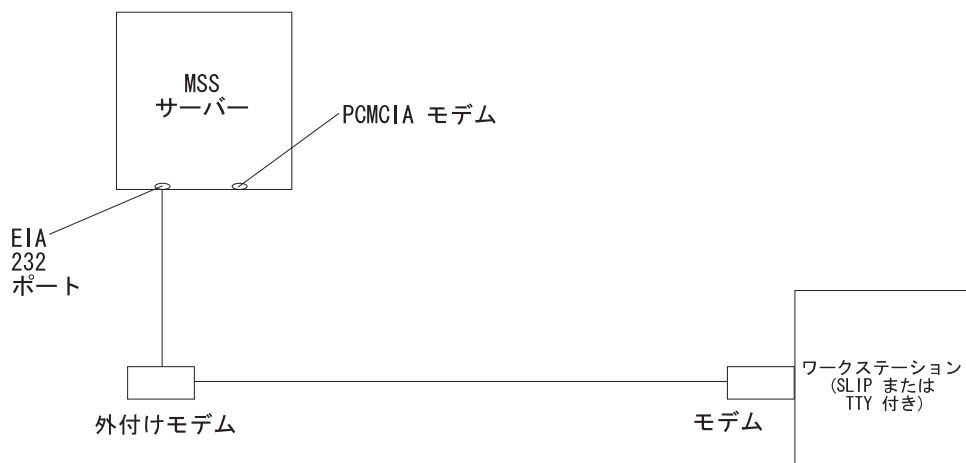

図 2. EIA-232 ポートへのリモート・シリアル接続
- EIA-232 サービス・ポートに接続されたモデムを介したリモート接続 (10ページの図2 を参照)